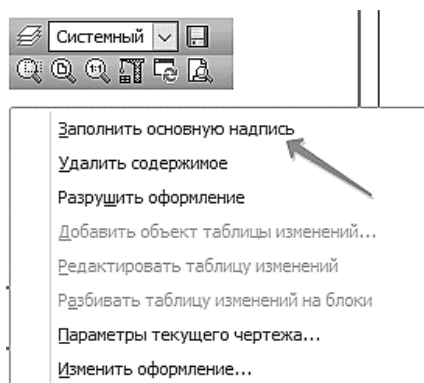

Рис. 89. Заполнение основной надписи
2.1 Щелкните в любом месте штампа правой кнопкой мыши (ПКМ) и вызовите из контекстного меню команду **Заполнить основную надпись** – штамп будет открыт (рис. 89).